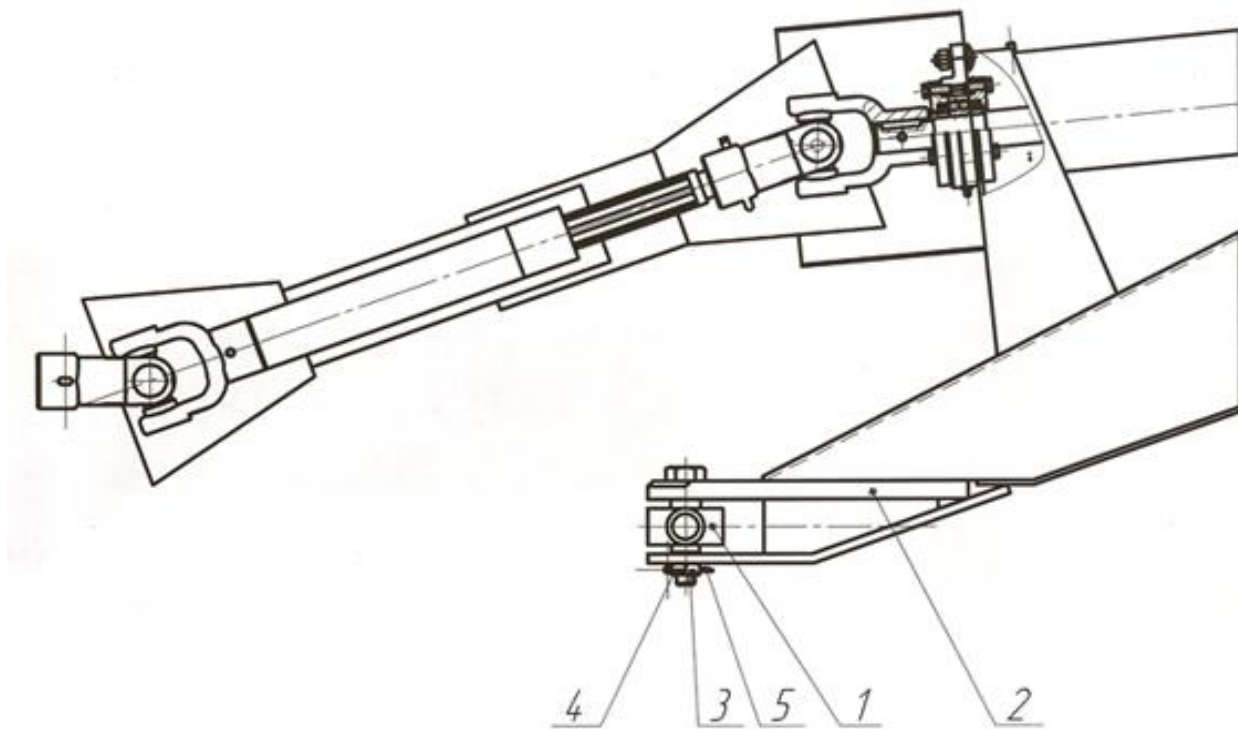

Рисунок 7 Установка поперечной балки
6.4.2. Соединить с продольными тягами и закрепить стопорами поперечную балку навески, рисунок 7.
6.4.3. Плавно сдать трактором назад и совместить отверстия в поперечной балке 1 и прицепной серьге 2, рисунок 7, затем навернуть гайку 4 и зафиксировать шплинтом 5.